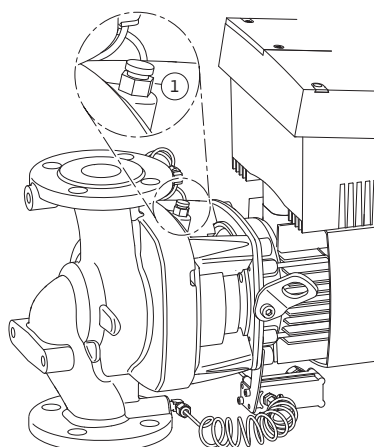

Fig. 47: Ventil de dezaerisire
- Dezaerisiți pompele prin deschiderea ventilelor de dezaerisire (Fig. 47, poz. 1). Funcționarea fără apă distruge etanșarea mecanică a pompei. Este interzisă dezaerisirea traductorului de presiune diferențială (pericol de distrugere).